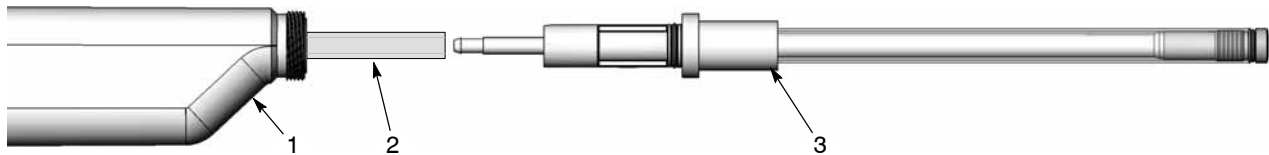

Abb. 2 Pulverschlauch an Lanzenverlängerung anschließen
1. Siehe Abbildung 2. 8 mm oder 10 mm Pulverschlauch (2) von hinten durch das Sprühpistolengehäuse (1) bis nach vorn durchschieben.
2. Den Pulverschlauch am Steckanschluss an der Lanzenbaugruppe (3) anschließen.